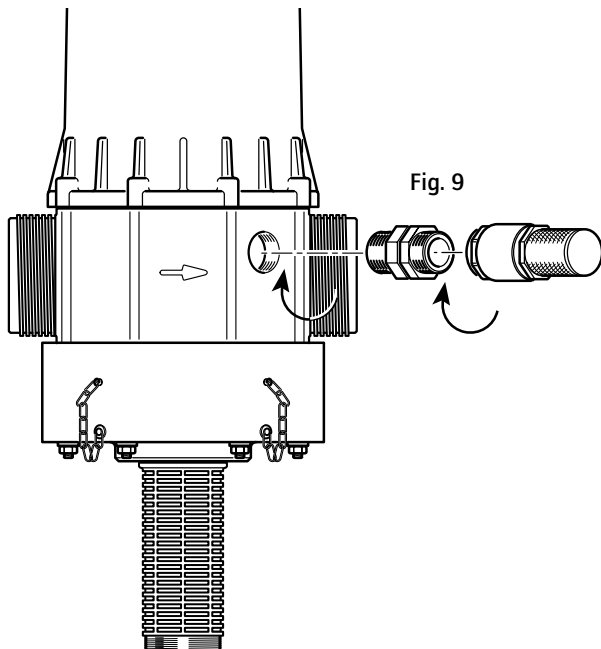

Fig. 9
- Il rétablit automatiquement la pression atmosphérique dans l'installation en cas de dépression accidentelle* (**Fig. 9**). Son utilisation relève de la réglementation sanitaire en vigueur dans le pays.